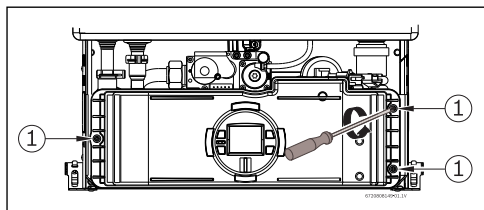

Fig. 4 Frente da caixa electrónica
- ▶ Remover os três parafusos na frente da caixa electrónica (Fig. 4, pos. 1).